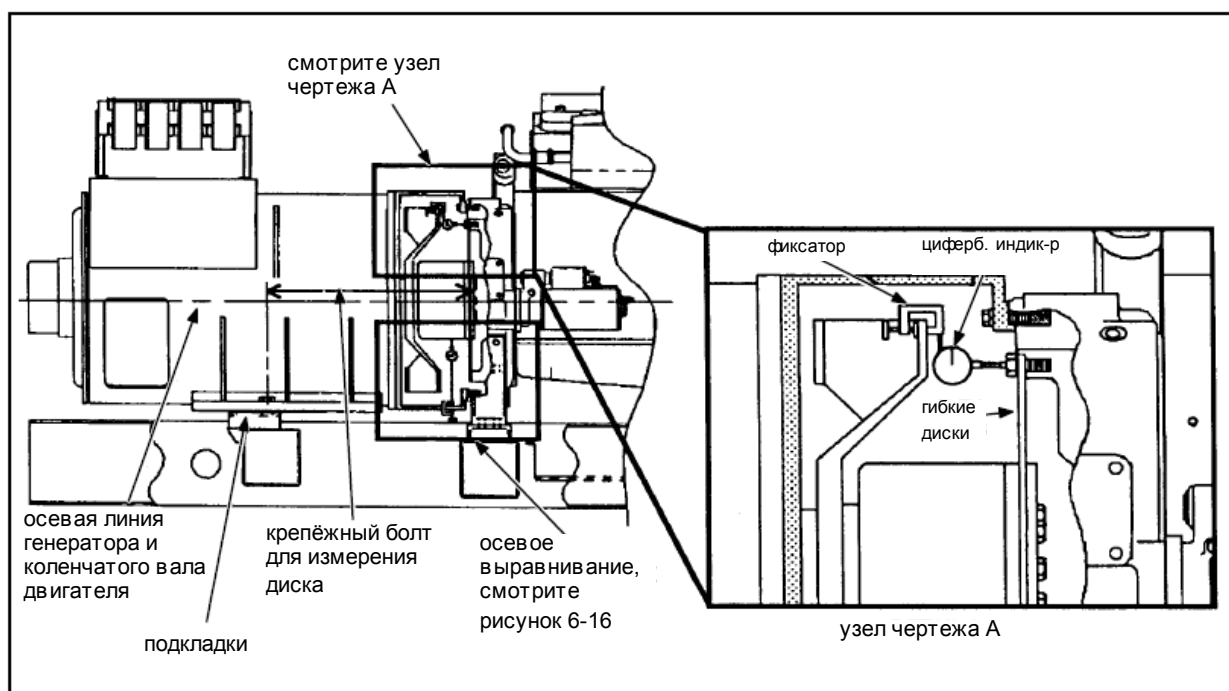

Рисунок 6-14. Измерение углового выравнивания
Закрепите циферблатный индикатор либо на оси генератора, либо на вентиляторе охлаждения таким образом, чтобы точка измерения опиралась на головку колпачкового винта или плоскую поверхность ведущего диска с соблюдением диаметра расположения крепёжных болтов, смотрите рисунок 6-14. Запустите двигатель так, чтобы он вращался по часовой стрелке, если смотреть со стороны маховика двигателя. Не допускайте возвращения до хода сжатия в конце хода каждого показания. Не нужно обнулять индикатор, так как всё, что требуется это полное показание индикатора измерения отклонения головок болта. Полное показание индикатора это сумма максимальных положительных и отрицательных показаний цифрового индикатора по завершении одного полного оборота двигателя.
2. Измерьте расстояние от стороны, где расположены гибкие диски генератора до центра установочного болта генератора, смотрите рисунок 6-14. (В качестве примера, расстояние корпуса HC6 составляет $28,4''$).